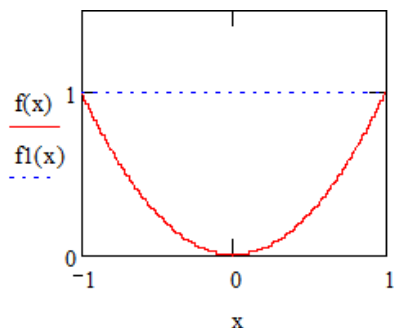

Рис. 4.3. Вид диаграммы
4. Значение верхнего предела оси ординат задать как  $1.5$ . Диаграмма примет вид, представленный на рис. 4.3.